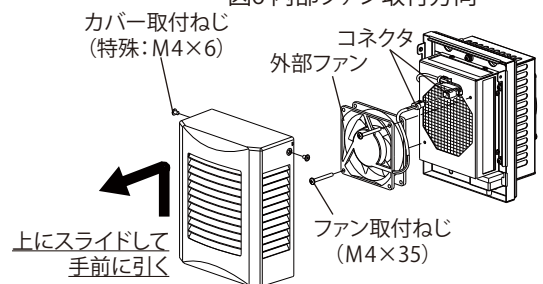

図7 外部ファン取外し
- ①付属のL型レンチを使用し、カバー取付ねじ(特殊:M4×6)2ヶ所をゆるめてカバーを上へスライドして手前に引き取外してください。(図7参照)
- ②外部ファンを固定しているねじ(M4×35)2ヶ所を外してください。
- ③外部ファンのコネクタを外してください。
- ④交換用ファンのコネクタを接続し、逆の手順で本体に取付けてください。